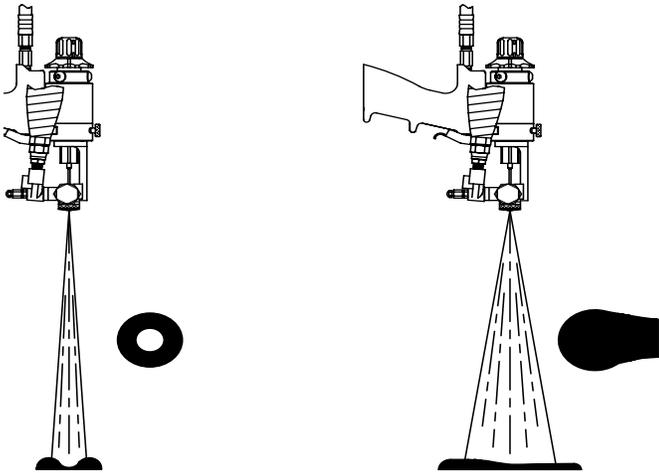

图 12: 喷型的展开
4. 调节喷型。记下调节螺钉六角头的凹口位置，然后将螺钉按表 1 所规定的圈数逆时针方向退出。请注意，在进行调节时，喷型在展开（图 12）。
- c. 如果即使调节螺钉从阀门调节点旋出的圈数达到最小值，喷型仍保持分离或空心，则材料温度太高。参阅图 12。